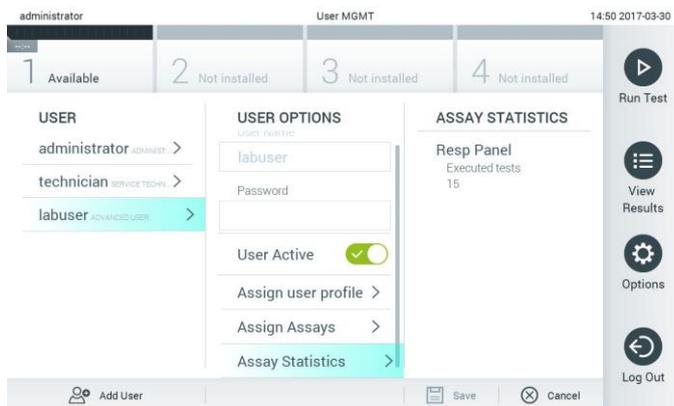

Abbildung 51: Anzeige von Assay-Statistiken
- Assay Statistics (Assay-Statistik): Zeigt an, wie oft ein Assay vom ausgewählten Benutzer ausgeführt wurde (Abbildung 51).